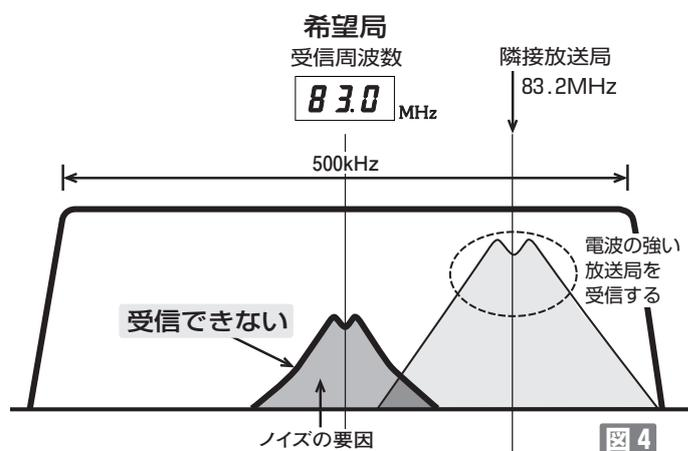

図4
83.0MHzの放送局に受信周波数を合わせて受信するとき隣接した周波数に電波の強い放送局がある例を図4に示します。《可変IF帯域フィルター》は標準で帯域幅500kHzのとき、隣接放送局83.2MHzも受信帯域に入ってしまう。FM受信は複数の電波がある場合、強い方を受信する特性(FMのキャプチャー効果)がありますから隣接放送局を受信することになります。本来受信したい83.0MHzの放送電波は隣接放送局とは相関性のないノイズになることがあります。\*